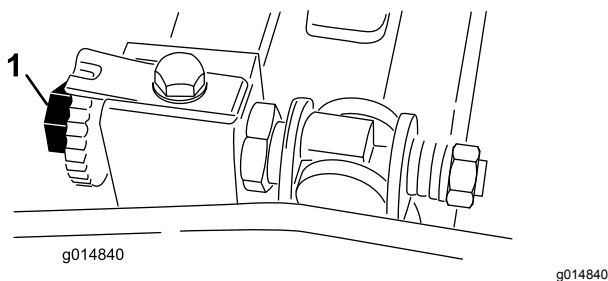

Figura 52
3. Ruotate il cilindro in modo che una lama intersechi il tagliente della controlama tra la prima e la seconda testa della vite della controlama sul lato destro dell'apparato di taglio (Figura 52).
6. Ruotate la vite di regolazione della barra di appoggio destra fino a percepire una lieve pressione (cioè trascinamento) sullo spessore nello scorrimento da una parte all'altra (Figura 52).